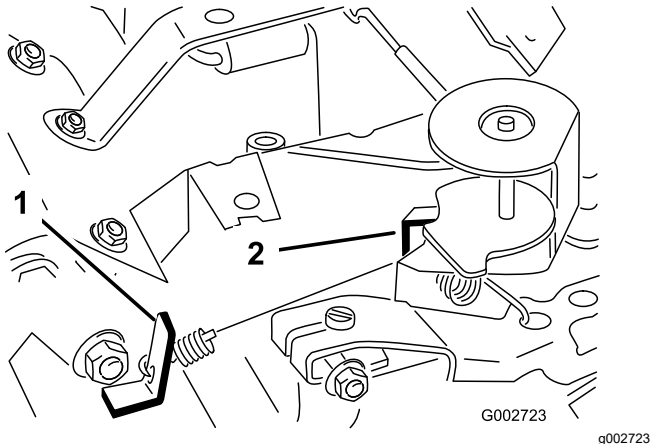

Figura 42
- Doble la pestaña de anclaje del muelle de regulación del ralentí (Figura 42) hasta obtener una velocidad de ralentí de 1675–1875 rpm.
- Doble la pestaña de anclaje del muelle de alta velocidad (Figura 42) hasta obtener una velocidad alta de 3350 – 3450 rpm.